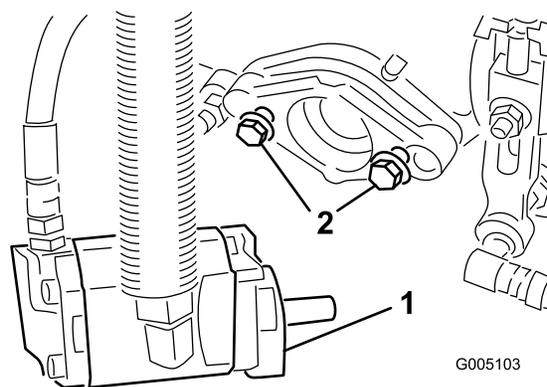

Figura 10
- Coloque os parafusos de montagem para o motor dos cilindros em cada uma das unidades de corte. Deixe uma folga de aproximadamente 13 mm em cada parafuso de montagem (Figura 10).
11. Aperte as porcas de montagem (Figura 10).